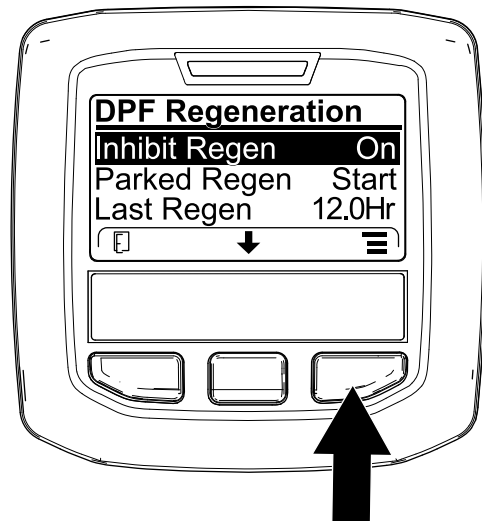

Figura 30
- Acceda al menú DPF Regeneration (Regeneración de DPF), pulse el botón central para desplazarse hacia abajo, hasta la opción INHIBIT REGEN (Inhibir regeneración) y pulse el botón derecho para seleccionar la opción Inhibit Regen (Figura 30).
- Pulse el botón derecho para cambiar el ajuste de inhibición de regeneración de Activado a Desactivado (Figura 30) o viceversa (Figura 31).